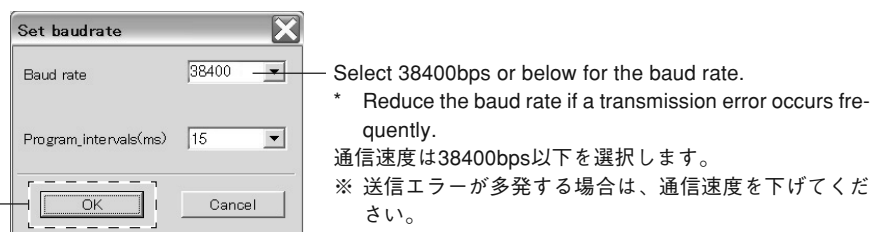

Fig. 3
"Set baudrate" is displayed. (Fig. 3)
「Set baudrate」が表示されます。(Fig. 3)
11. Select "38400" for Baud rate and "15" for Program_intervals (ms). (Fig.3)
12. Click [OK]. (Fig.3)
11. Baud rate: "38400", Program_intervals(ms): "15"を選択します。(Fig. 3)
12. [OK]をクリックします。(Fig. 3)